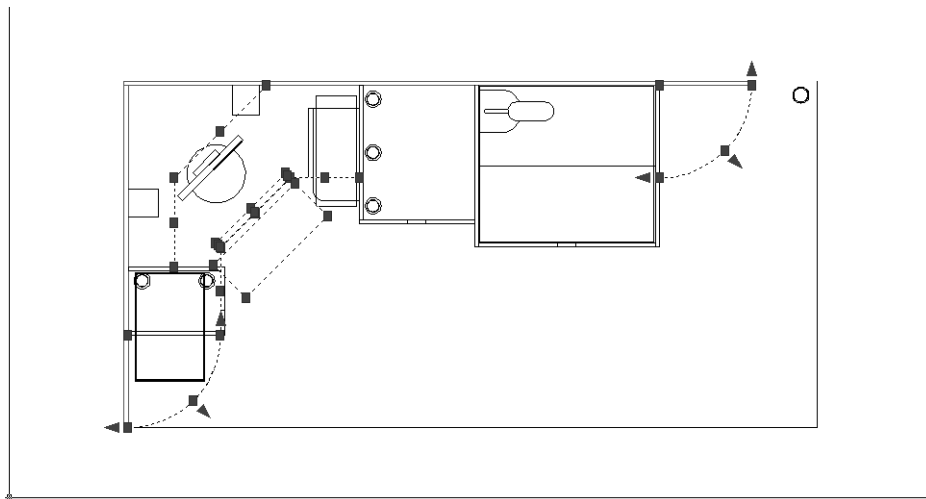

Рис. 6.16 ▼ Набор выделенных объектов для перемещения на слой **Высота 720**
2. Выделив контур порога, щелкните на контуре подставки под клавиатуру, вертикальной и горизонтальной линии нижней угловой полки (с шириной в прямолинейной части 400 мм), вертикальной и диагональной линии верхней угловой полки (с шириной в прямолинейной части 200 мм), а также дугах радиусом 400 мм, обозначающих контуры округленных полок. Объекты чертежа должны иметь вид, представленный на рис. 6.16.